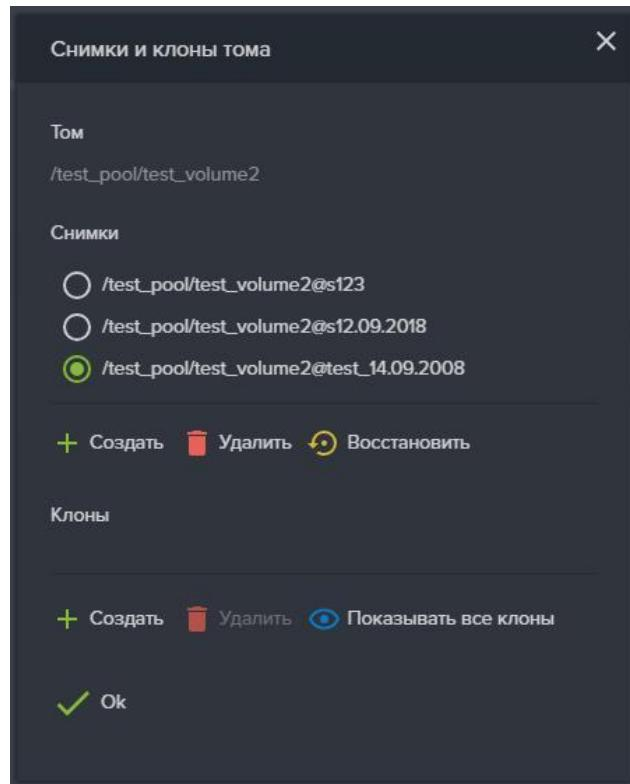

Рисунок 82 – Окно Снимки и клоны тома
4. Нажмите в разделе «Клоны» на кнопку «Создать» (см. Рисунок 82).